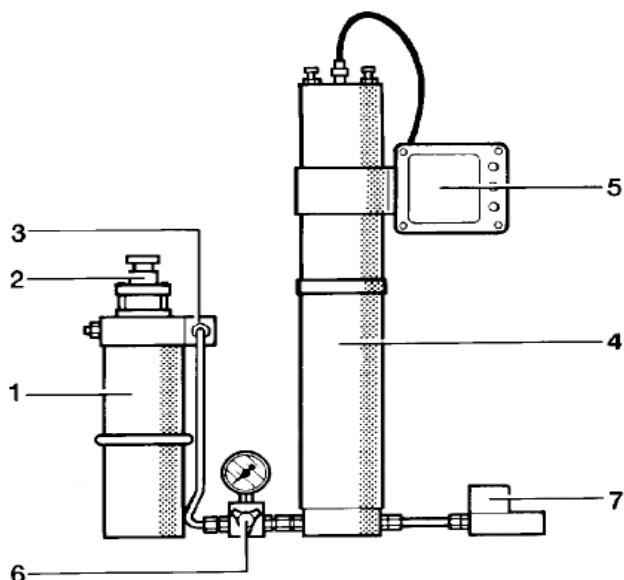

Рис.27. Фильтрующая система P41 с устройством контроля SECURUS
Сжатый воздух, покидающий последнюю ступень сжатия, охлаждается в финальном охладителе до температуры на 10°-15°C выше окружающей и попадает в финальный сепаратор (1, рис.27), где происходит отделение влаги (2). Далее осушенный воздух поступает в корпус фильтрующей системы **P41** с картриджем **TRIPLEX** длительного ресурса (3). Проходя через фильтрующие компоненты картриджа (4,5), воздух окончательно очищается от следов влаги и масла. Далее через выходной штуцер фильтра (6) поступает в клапан установочного давления (7) и заполняющий шланг. Качество выходящего воздуха соответствует стандарту DIN EN 12021 (воздух для дыхания).